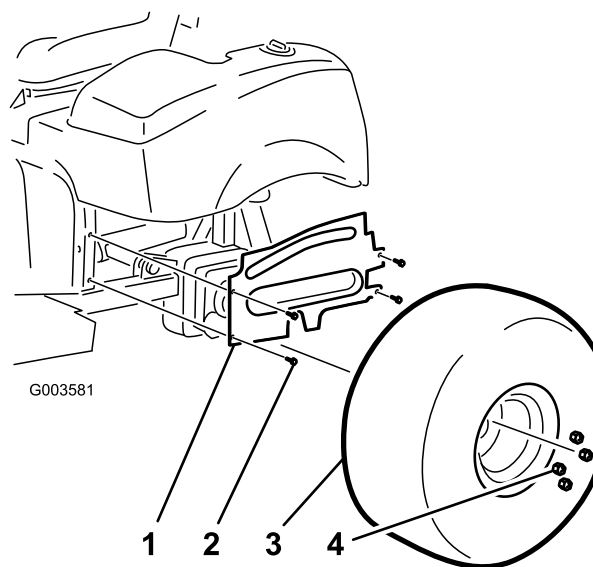

図 38
9. 左ホイール用のシュラウドをフレームに固定するフランジヘッドねじ4本を取り付ける 図 38。
10. 左後ろのタイヤを取り付ける 図 38。